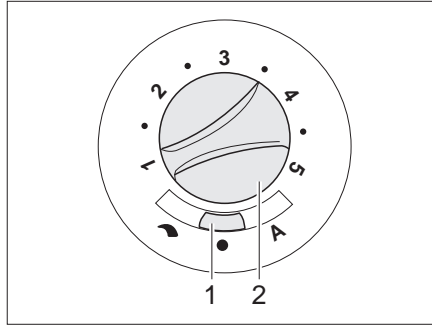

Bild 113 Reglage för cirkulationsfläkt (12 V)
- Ställ skjutreglaget (Bild 113,1) på "↷" (manuell reglering) eller "A" (automatisk drift).
- Om skjutreglaget (Bild 113,1) är inställt på "↷" (manuell reglering): Ställ in önskad effekt på cirkulationsfläkten med vredet (Bild 113,2).
- Ställ skjutreglage (Bild 113,1) på "●" (från). Under uppvärmning detta läge ingen funktion.